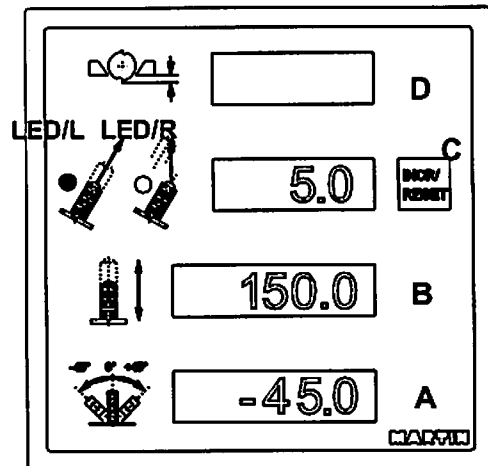

Bild 4.3
- Das jeweils eingestellte Höhenmaß kann an der Digitalanzeige im Bedientableau abgelesen werden (siehe Bild 4.3 Bedienung Digitalanzeige).
- Die jeweils eingestellte Gradzahl kann an der Digitalanzeige im Bedientableau abgelesen werden (siehe Bild 4.3 Bedienung Digitalanzeige).